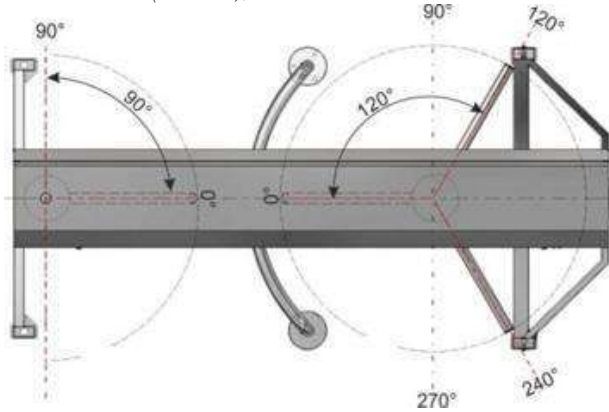

Рис.17 –Ротор и калитка турникета в нулевом положении
2. Выставить новое нулевое положение ротора или калитки (Рис.17);